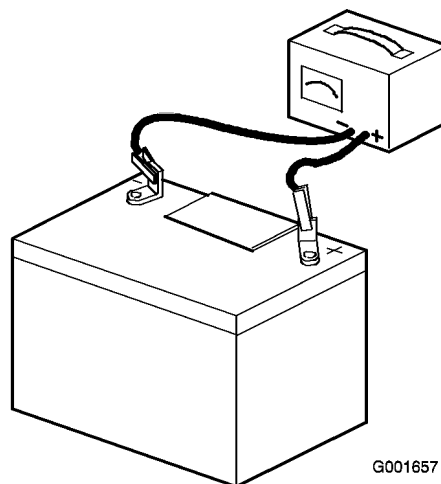

Figure 37
- Quand la batterie est chargée au maximum, débranchez le chargeur de la prise, puis débranchez les fils du chargeur des bornes de la batterie (Figure 37).